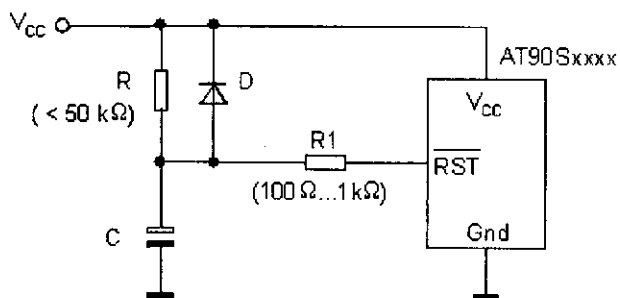
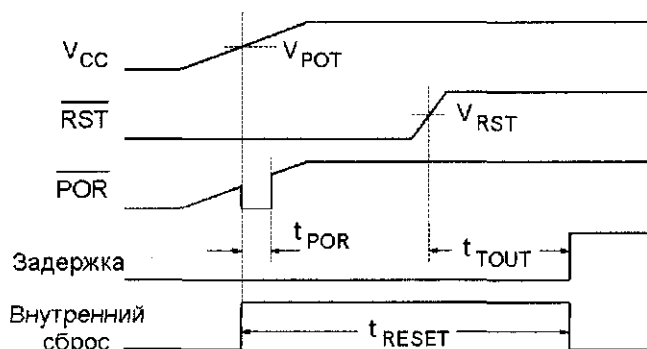

Рис. 3.32. Подключение вывода /RST к схеме с RC-звеном для сброса по включению питания
Рис. 3.34. Фаза запуска микроконтроллера AVR: продолжительность внутреннего сброса увеличивается, благодаря внешнему сигналу на выводе /RST
- Если время нарастания питающего напряжения V_{CC} превышает суммарное время $t_{RESET} = t_{POR} + t_{TOUT}$, то для сброса при включении питания должна быть применена внешняя схема. Эта схема должна поддерживать низкий потенциал на выводе /RST микроконтроллера до тех пор, пока не будет обеспечено то, что напряжение питания V_{CC} за оставшееся время достигнет своего заданного значения t_{TOUT} (см. рис. 3.30). Пригодная для этой цели электрическая схема подключения вывода /RST показана на рис. 3.32.
Если в некоторых приложениях требуется длительность сброса по включению питания больше длительности, заранее заданной величинами t_{POR} и t_{TOUT} , то этого можно достичь следующим образом. При включении рабочего напряжения с помощью нажатия кнопки или RC-звена на выводе /RST уже будет установлен уровень лог. 0 (см. рис. 3.32). Счетчик Z1, показанный на рис. 3.29, в этом случае начинает работать только тогда, когда внешний сигнал на выводе /RST переходит в состояние лог. 1 (рис. 3.34). Внутренний сигнал сброса в этом случае также активизируется при достижении порогового напряжения включения V_{POT} , однако его длительность можно увеличить до любого значения, увеличив длительность сигнала на выводе /RST.